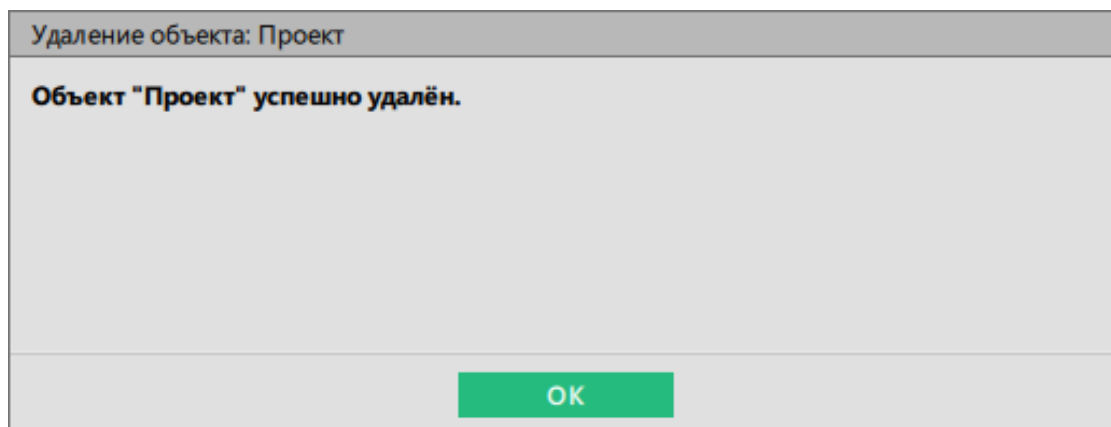

Рисунок 139 - Завершение процесса удаления
3. Дождитесь удаления проекта. После успешного завершения процесса нажмите **ОК** (Рисунок 139).